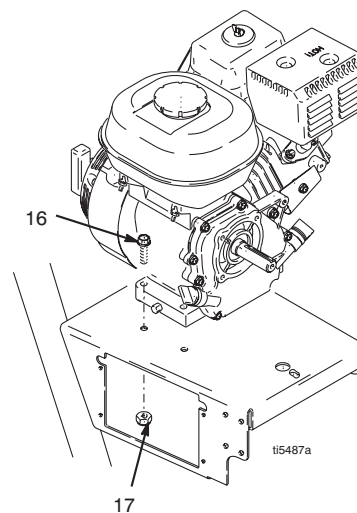

Рис. 13
3. Рис. 13. Отвинтите две контргайки (17) и болты (16) от основания мотора.
2. Рис. 13. Установите два болта (16) в основании мотора и затяните контргайками (17). Затяните до 26 дюйм-фунт (22,6 н./кв.м).